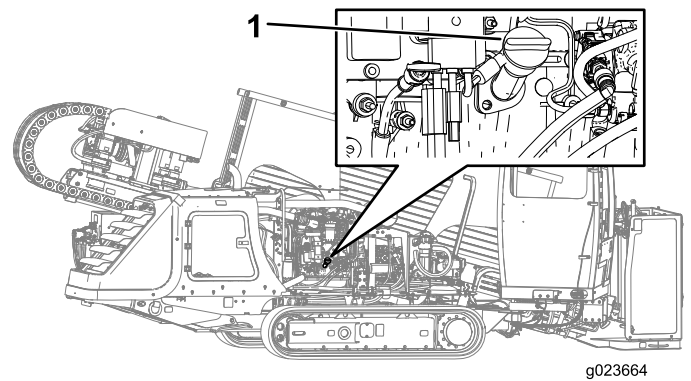

Figura 122
- A. Retire a tampa do tubo de enchimento (Figura 122) e adicione óleo até o nível alcançar a marca MAX (H). **Não ultrapasse essa marca.**